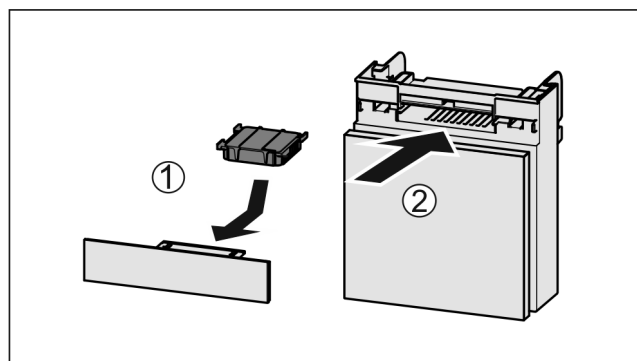

Fig. 182
- ▶ Introduceți Fig. 182 (1) filtrul de cărbune activ după cum se vede în figură.
- ▶ Împingeți Fig. 182 (2) compartimentul în interior.